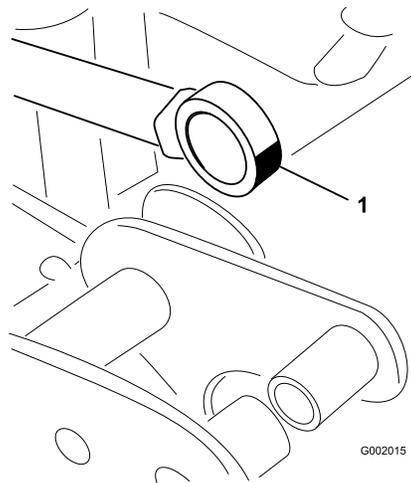

Figura 48
5. Manipule el extremo del cojinete del émbolo del actuador y aplique grasa al cojinete (Figura 48).